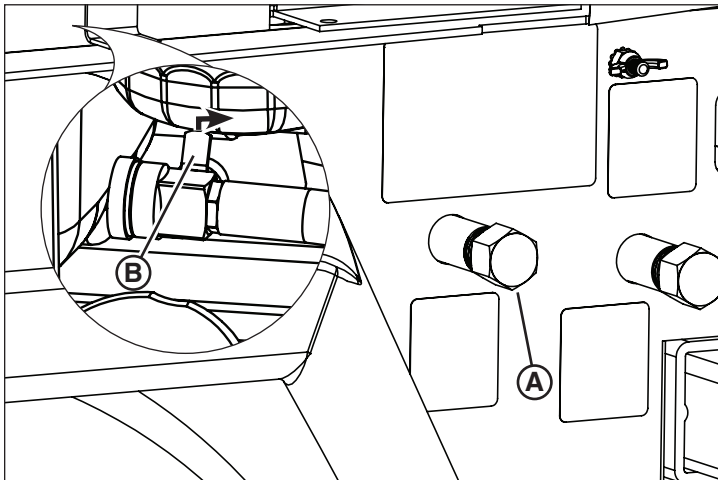

Figura 21
La unidad está equipada con un drenaje remoto de aceite del motor (A, Figura 21), ubicado en el lado izquierdo del remolque de la torre de iluminación, hacia la parte posterior. Para drenar el aceite del motor:
3. Abra la válvula de drenaje de aceite, ubicada a la derecha de la bandeja de aceite del motor (B, Figura 21, recuadro).